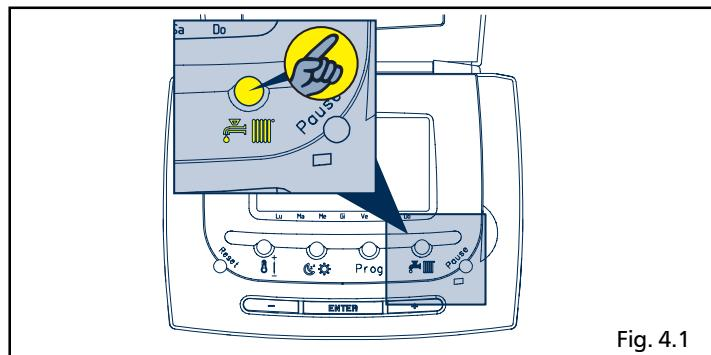

Fig. 4.1
- premere il tasto estate-inverno  sul pannello comandi a distanza (fig. 4.1). Premendo una volta il tasto  si passa dalla funzione OFF (fig. 4.2) alla funzione estate
Premendo una seconda volta il tasto si passa alla funzione inverno (fig. 4.1) Il display visualizza per 5 secondi lampeggiando la temperatura ambiente impostata e si accende l'indicatore di modifica (fig. 4.4).